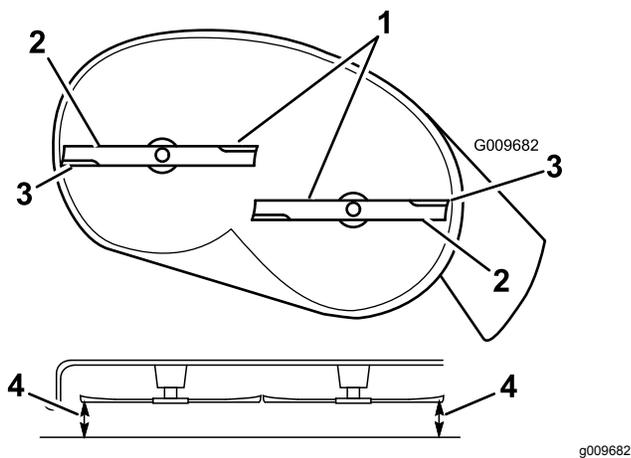

Figura 52
- Gire cuidadosamente las cuchillas hasta que estén todas orientadas lateralmente (Figura 52).
5. Mida entre los bordes de corte exteriores y la superficie plana (Figura 52). Si hay una diferencia de más de 5 mm (3/16") entre ambas dimensiones, se requiere un ajuste; siga con este procedimiento.